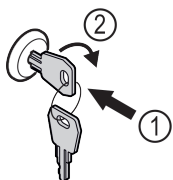

Fig. 94 Immagine a titolo di esempio
- Inserire la chiave Fig. 94 (1).
- Ruotare la chiave di 90° in senso orario Fig. 94 (2).